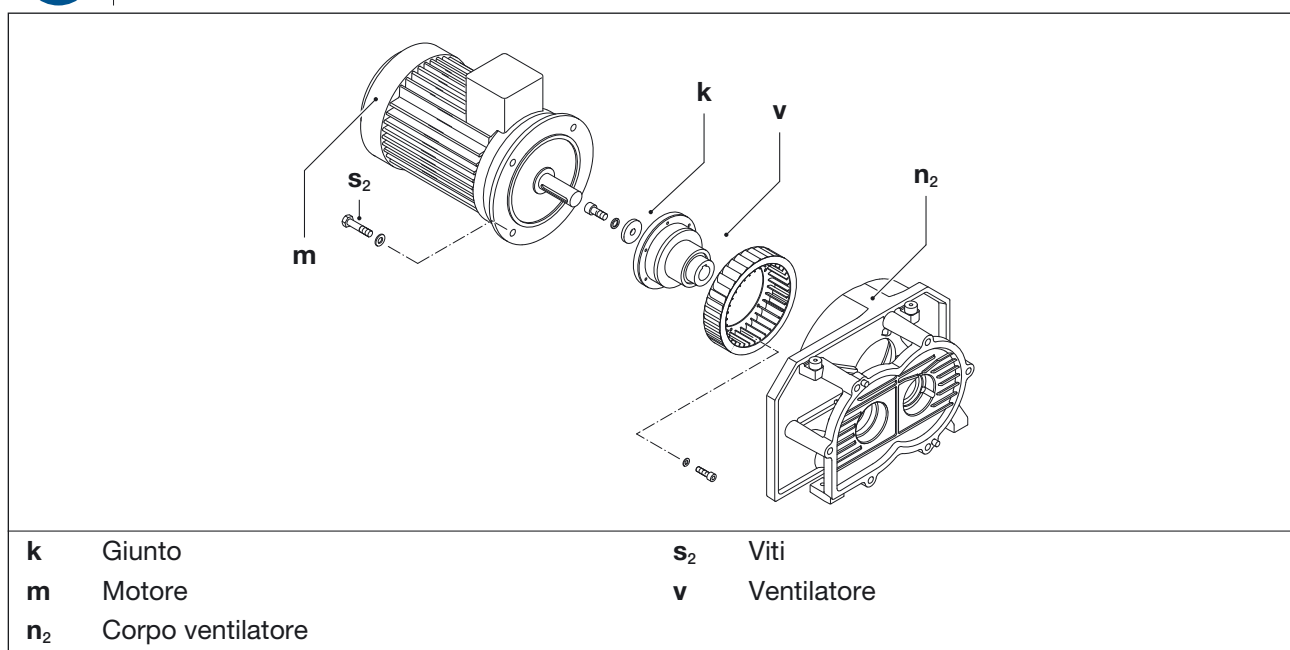

Fig. 9 Controllare il ventilatore
Il ventilatore (Fig. 9/v) per il raffreddamento del compressore deve essere controllato almeno a volta all'anno per verificare il fissaggio ed ev. danni. Se necessario, i collegamenti a vite devono essere serrati di nuovo o il ventilatore deve essere sostituito.
- Appendere il motore (Fig. 9/m) ai golfari mediante dispositivo di sollevamento. Se non sono disponibili golfari, appendere il motore con imbracature rotonde.
- Allentare le viti (Fig. 9/s₂) sulla flangia del motore e staccare il motore con il giunto (Fig. 9/k) e il ventilatore (Fig. 9/v) dall'alloggiamento del ventilatore (Fig. 9/n₂) in direzione assiale.
- Controllare il ventilatore (Fig. 9/v) e pulire se necessario. Se il ventilatore è danneggiato, sostituirlo.
- Far scorrere il motore con il giunto (Fig. 9/k) e il ventilatore (Fig. 9/v) in senso assiale e fissarlo alla flangia dell'alloggiamento (Fig. 9/n₂) con le viti (Fig. 9/s₂).